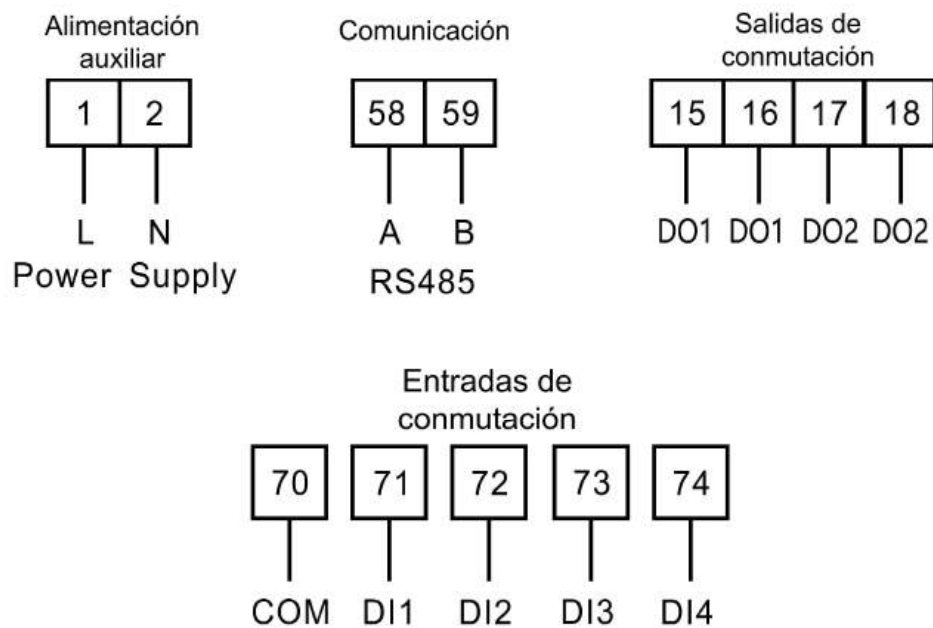

Fig.5
- (b) Los terminales 4, 6 y 8 son las entradas del transformador de corriente (TC); la señal marcada con * corresponde a la entrada del TC.
4.5 Cableado (ver Fig. 4 y Fig. 5)**Fig.4**